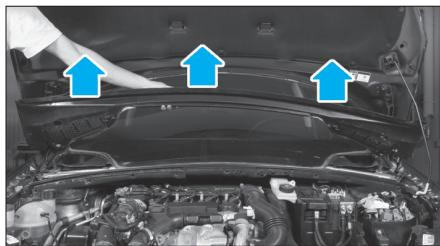

Fig. 95
- Extraire la grille d'avent (4) (Fig.95).